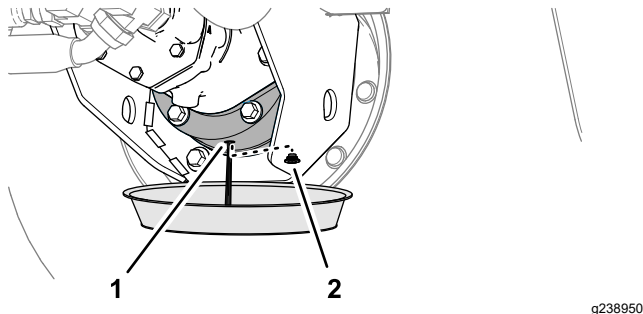

图 90
- 将放油盘放在制动器箱下面取出排油塞让润滑油完全排出图 90。